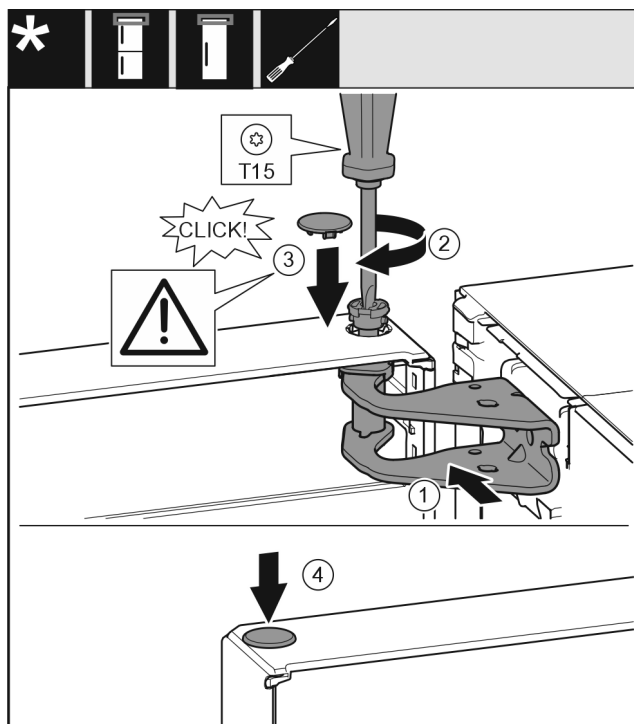

Fig. 23
- ▶ Tür oben zur Öffnung im Lagerbock ausrichten. Fig. 23 (1)
- ▶ Bolzen Fig. 23 (2) einsetzen und mit Schraubendreher festschrauben.
- ▶ Sicherheitsabdeckung Fig. 23 (3) zur Sicherung der Tür montieren: Sicherheitsabdeckung einsetzen und kontrollieren ob sie auf der Tür aufliegt. Ansonsten Bolzen vollständig einsetzen.
- ▶ Stopfen Fig. 23 (4) einsetzen.